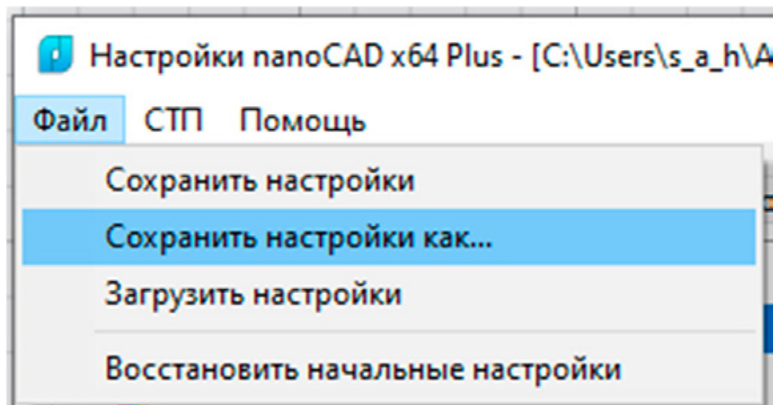

Рис. 23. Сохранение настроек объектов
1) в диалоговом окне *Настройка объектов* вызвать *Файл* → *Сохранить настройки как...* (рис. 23);